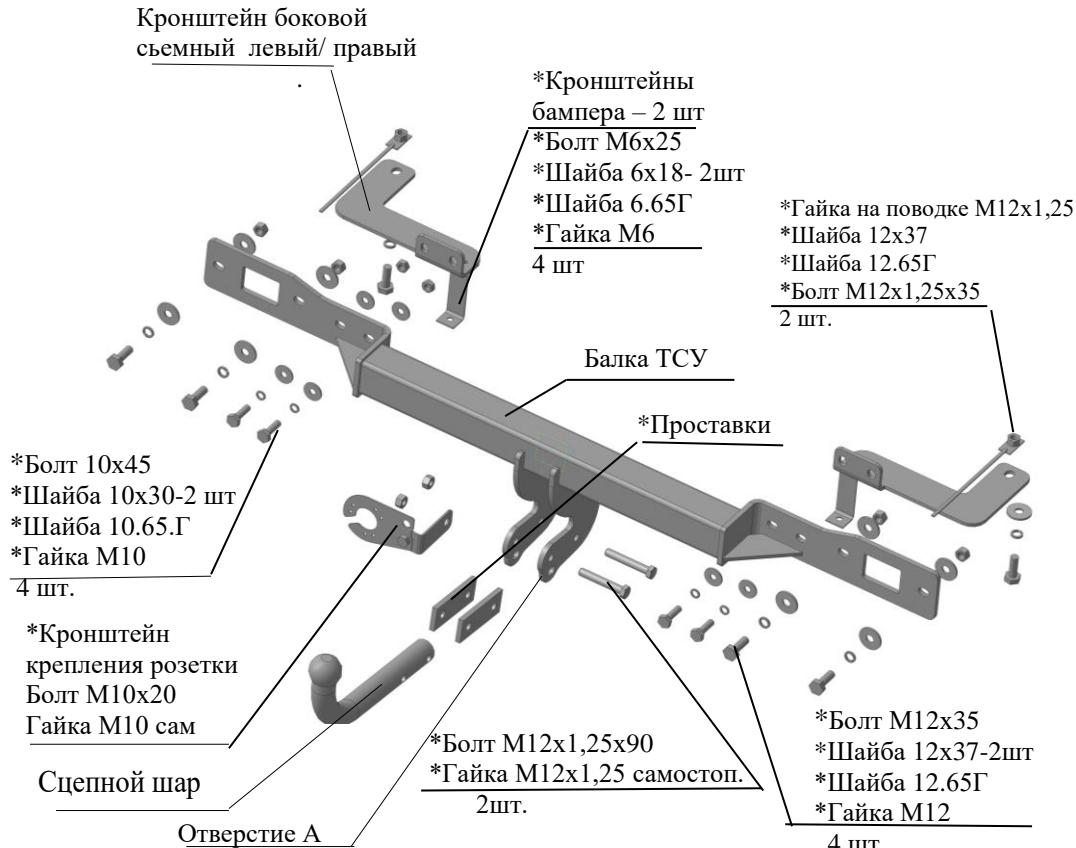

Рис.1 Тягово-сцепное устройство ТСУ 8020.
2.1 ТСУ 8020 в сборе (рис.1)	1 шт.
2.2 Пакет с комплектующими (см. рис.1)	1 шт.
- 4.4 Закрепить боковые съемные кронштейны ТСУ (левый и правый соответственно рис.1) к нижним полкам лонжеронов а/м болтами M12x1,25x35, гайками M12x1,25 на поводке , под головки болтов подложить шайбы 12.65Г и шайбы 12x37. Крепеж не затягивать.
4.9 Установить кронштейны бампера на ТСУ, установить бампер, закрепив кронштейны и бампер к ним крепежом, соответственно рис.1.